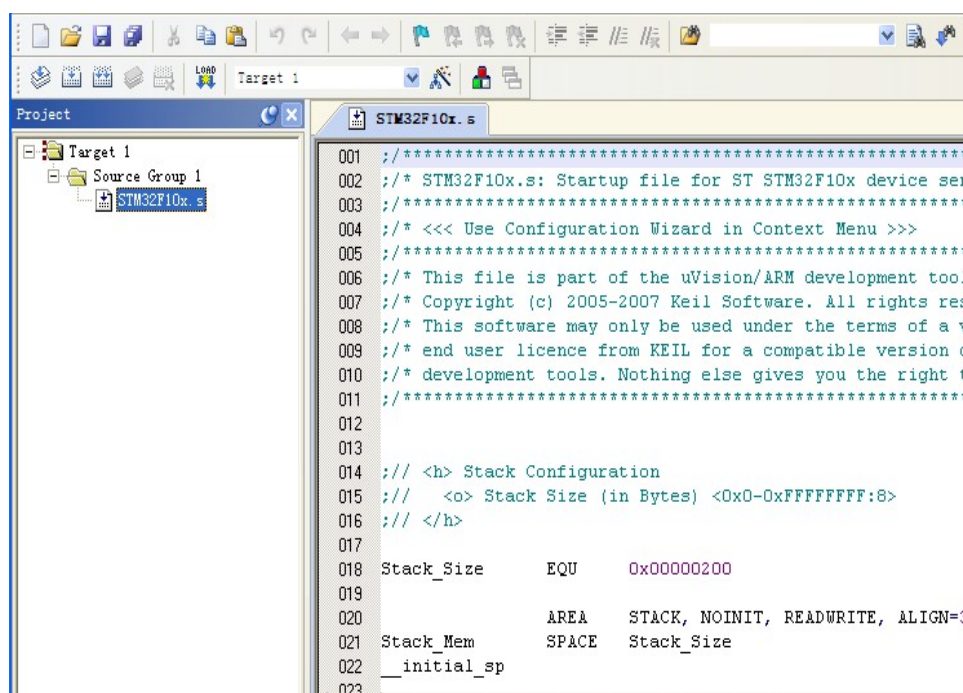

图 4-16 新建工程完成页面
6. 可以看到目前工程里只有一个文件如下图 4-16 所示: